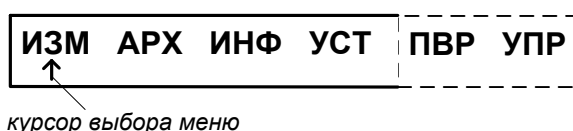

Рис.5. Вид окна индикации основного меню.
- 5.2.1.3. Окно индикации основного меню (рис.5) содержит обозначения пунктов меню, которые располагаются в одной строке, и курсор под одним из них. Одновременно в окне индикации основного меню может отображаться не более 4-х обозначений пунктов меню, которые могут смещаться влево или вправо.